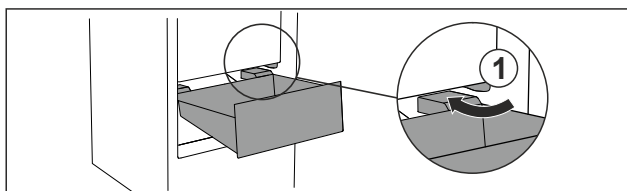

Fig. 136
- Guider le tiroir en biais en contournant les butées *Fig. 136 (1)*.